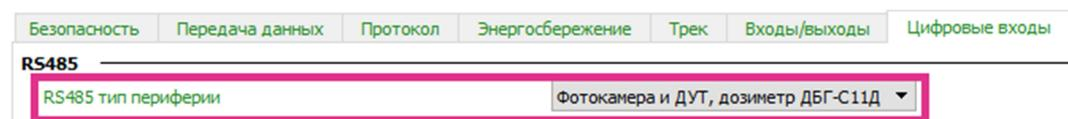

Рис. 6
6. перейдите на вкладку «Цифровые входы», для параметра «RS485 тип периферии» установите значение «Фотокамера (устаревшая версия)» или «Фотокамера и ДУТ, дозиметр ДБГ-С11Д» (Рис. 6);